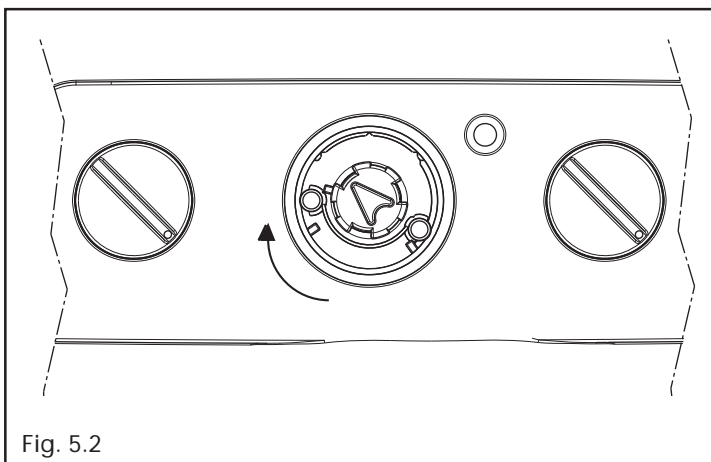

Fig. 5.2
- ruotare la manopola (C) in senso orario fino a giungere a fine corsa, posizione "spazzacamino" (fig. 5.2).